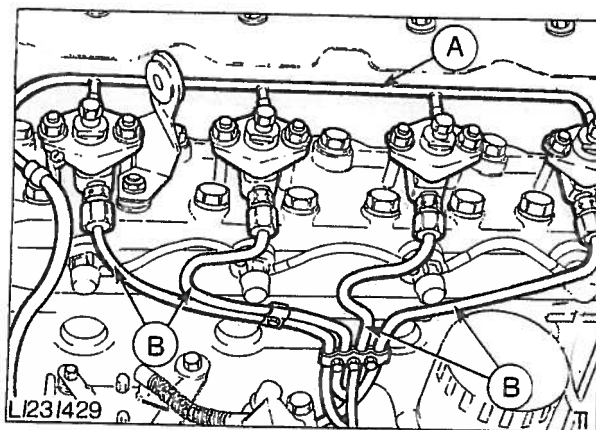

Fig. 49 Innsprøytningsdysene plassert på motoren.
4. Demonter fire bolter og ta vekk tilbakestrømningsrøret fra dysene, (se fig. 49).